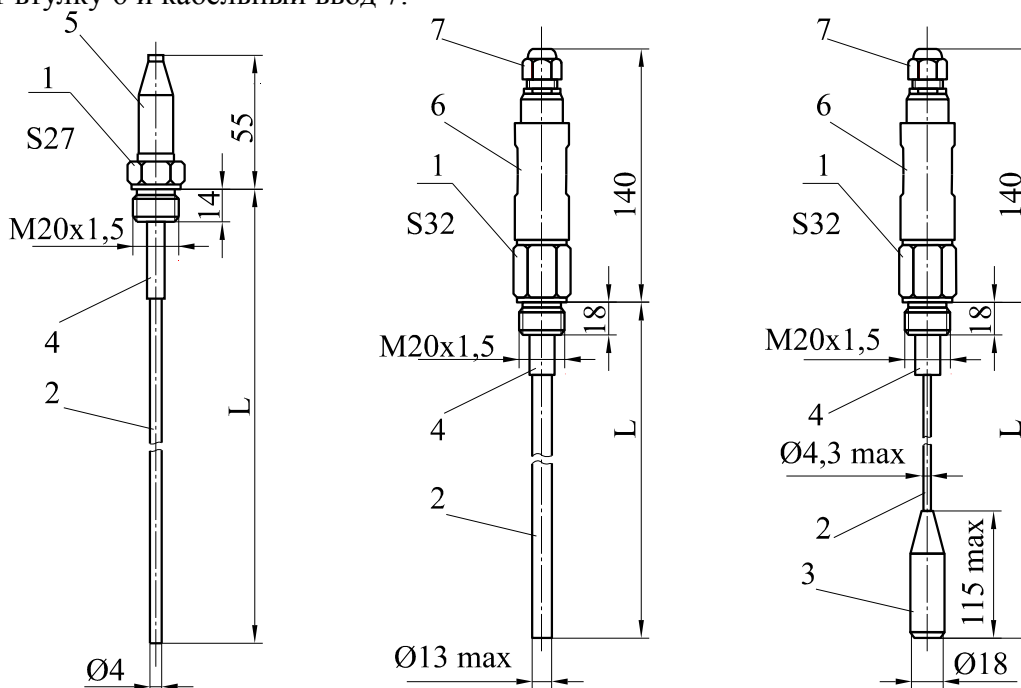

Рисунок 1 - Датчики одноэлектродные, внешний вид, габаритные и присоединительные размеры
1.3.1 Одноэлектродный датчик (рисунок 1) состоит из штуцера 1, стержневого или гибкого электрода 2, оттягивающего груза 3 (для гибкого электрода), изолятора 4. Резиновый защитный колпачок 5 предохраняет место подключения провода линии связи от случайного прикосновения, повреждения и неблагоприятного воздействия окружающей среды. Датчики, предназначенные для работы в контролируемой среде при температуре свыше 60 °С, имеют втулку 6 и кабельный ввод 7.